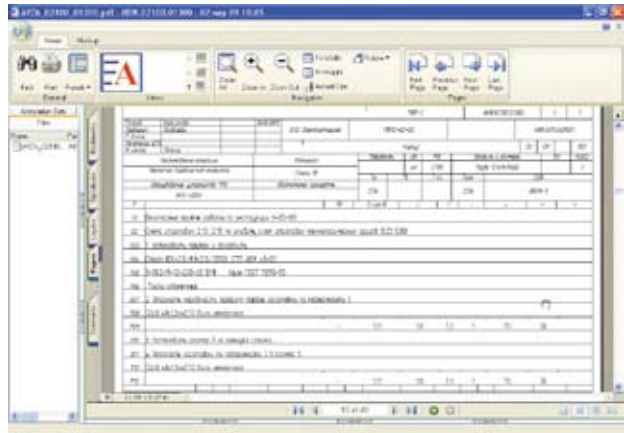

Рис. 4
- файлом с визуальным представлением техпроцесса в формате PDF, которое зависит от шаблонов технологических карт, назначенных на этот техпроцесс. Любому пользователю при просмотре техпроцесса в системе Windchill, например при его согласовании, будет доступно его визуальное представление (рис. 4). Разумеется, при согласовании обеспечиваются всевозможные средства внесения замечаний: «пометки красным карандашом»,